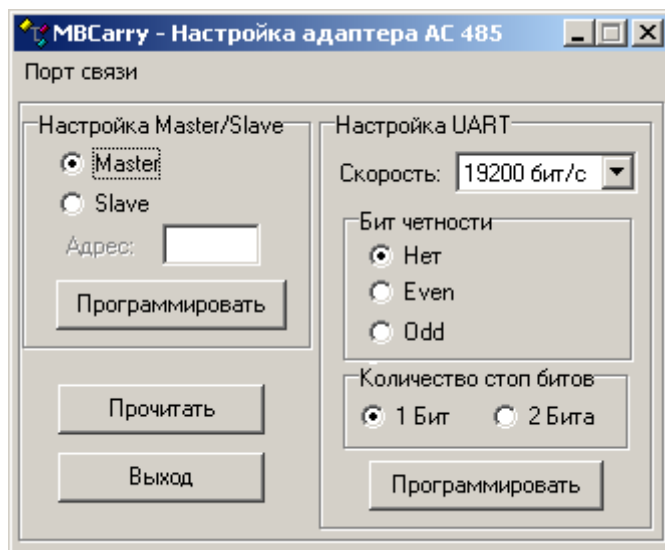

Рисунок 1 – Рабочее окно программы **MBCarry.exe**
2.3.4 Подключить кабель интерфейса RS-232 к разъему «COM» компьютера и разъему «RS-232» адаптера. Установить переключатель «П» для перевода адаптера в режим программирования в положение «ON». При этом должен засветиться индикатор «PRN». Для программирования адаптера следует запустить ПО **MBCarry.exe**, при этом откроется окно, показанное на рис. 1.